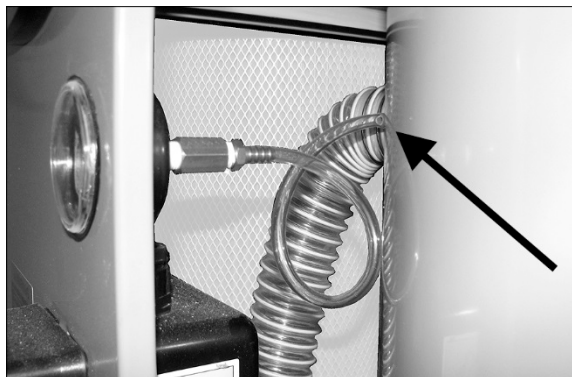

Рисунок 13
23. Подсоедините свободный конец трубки манометра к корпусу. Смотри Рисунок 13.